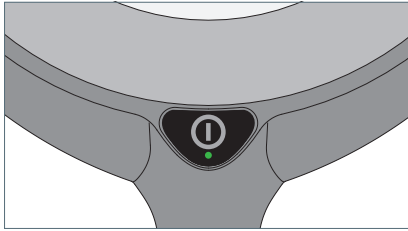

Fig. 9: Touche.
- Appuyez sur la touche, voir Fig. 9.
- Appuyez sur la touche et tenez-la appuyée, voir Fig. 9.
- Appuyez deux fois rapidement sur la touche, voir Fig. 9.